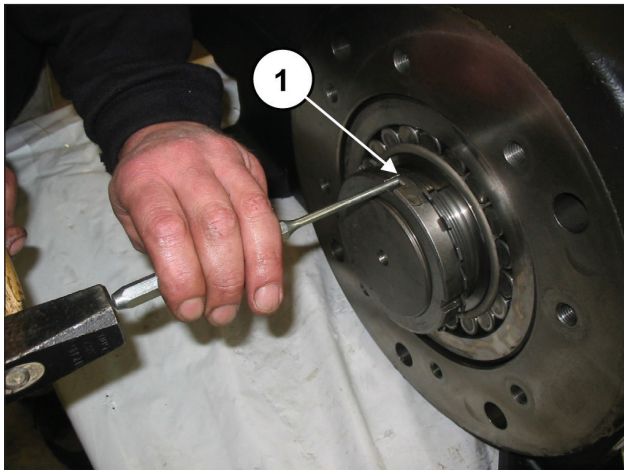

Abb. 16
Heben Sie die Lasche der Sicherungsscheibe an (Pos. ①, Abb. 16).